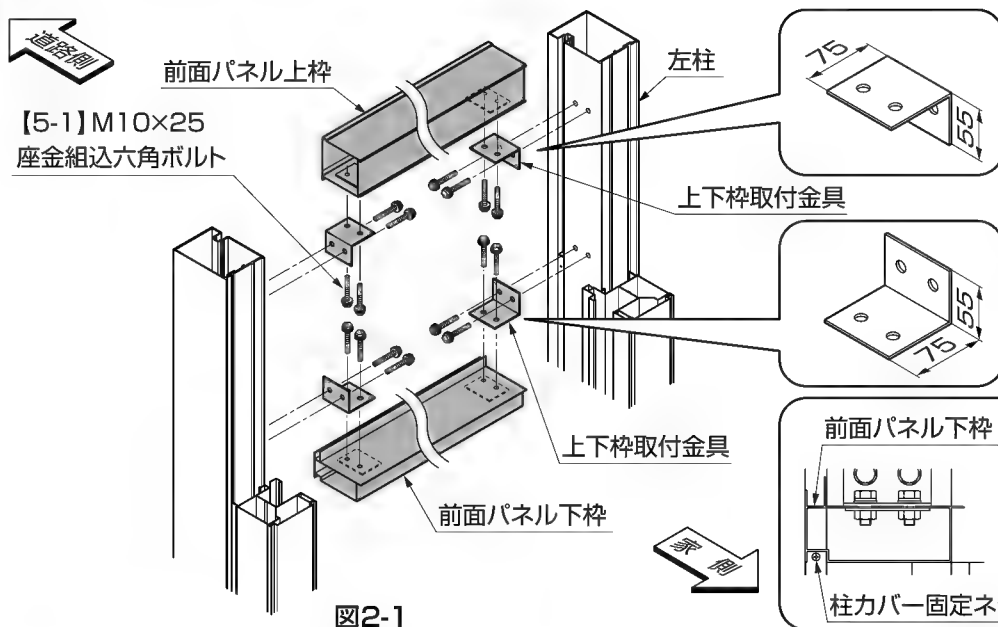

図2-1
- ①上下枠取付金具を【5-1】で左右の柱と前面パネル上枠および前面パネル下枠に取付けてください。(図2-1参照)